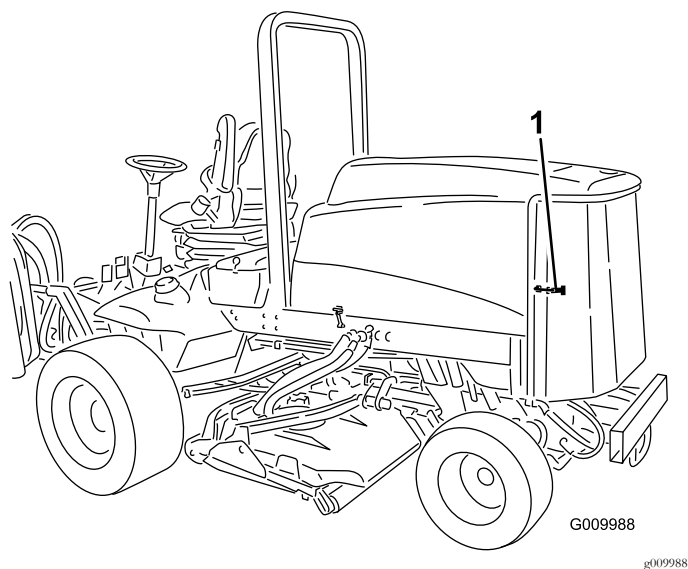

Figura 62
1. Sbloccate la griglia posteriore ed apritela (Figura 62).